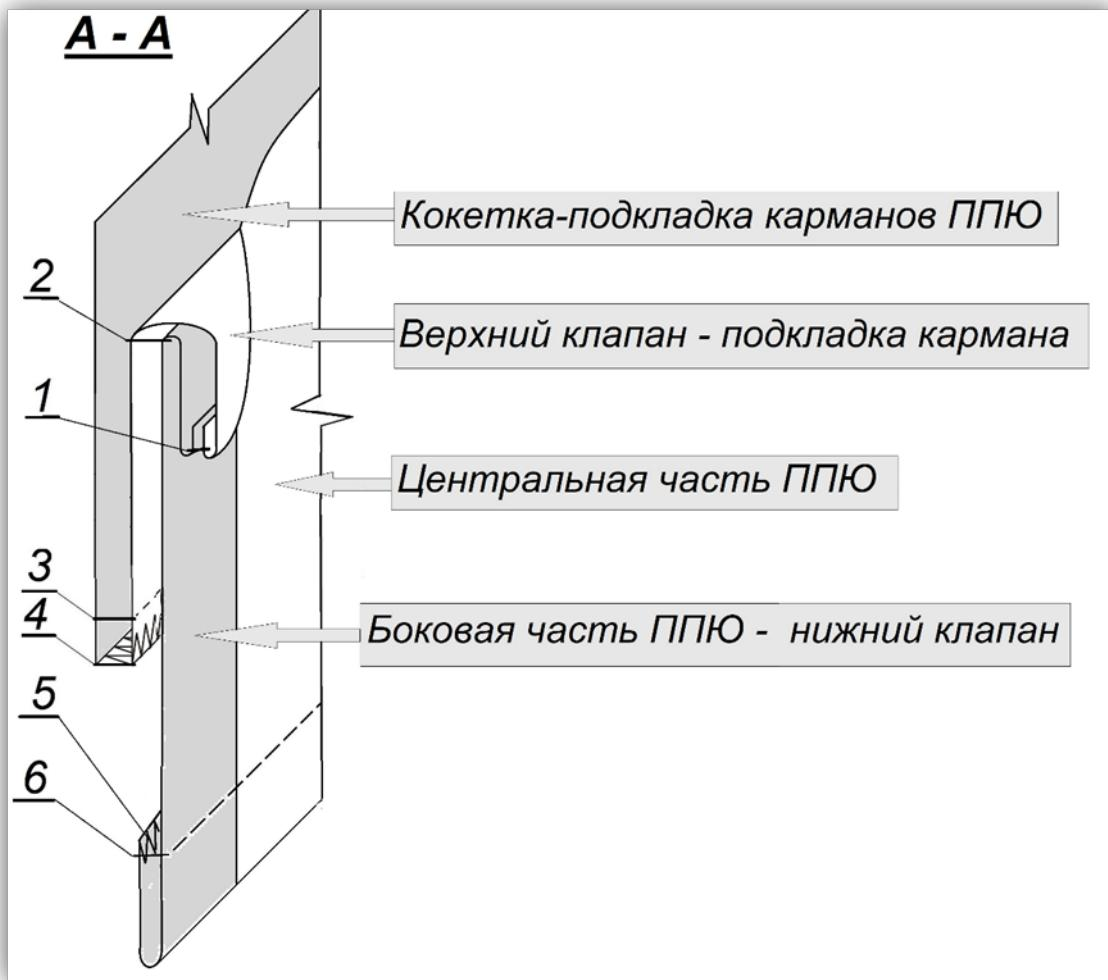

Рисунок 2 – Схема обработки кармана в шве с клапаном-отворотом и обработки низа ППЮ
4. Обтачивать нижний клапан-отворот верхним клапаном-отворотом, цельнокроенным с подкладкой кармана, ш. шва 0,7 см (рис. 2, стр. 1)
9. Закрепить клапан – отворот вдоль перегиба строчкой с учетом перегиба (рис. 2, стр. 2)
10. Притачать кокетку к верхнему срезу ППЮ, одновременно (или последовательно) стачивая внутренние срезы подкладки карманов, ш. шва 1,0 см (рис. 2, стр. 3)
11. Обметать шов притачивания кокетки и внутренний шов подкладки кармана (рис. 2, стр. 4)
13. Обметать срез низа ППЮ (рис. 2, стр. 5)
15. Застрочить низ ППЮ строчкой на расстоянии 2,5 см (рис. 2, стр. 6)